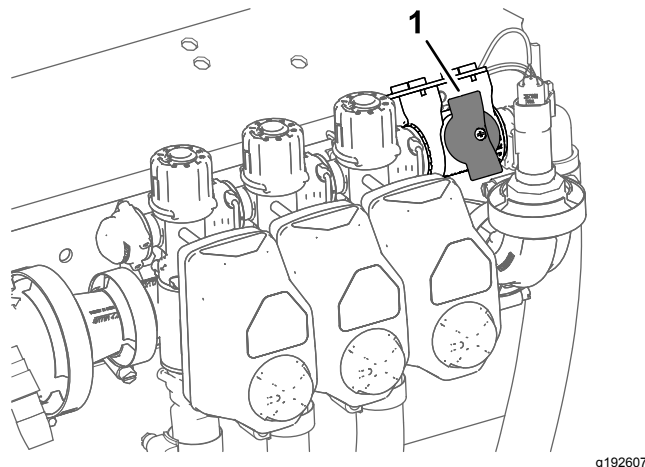

Figure 45
4. Pour les machines fonctionnant en mode débit d'application, vérifiez que le bouton de la vanne de coupure de dérivation de section à la position fermée (Figure 45).
5. Pour les machines fonctionnant en mode débit d'application, vérifiez que la vanne de coupure de dérivation de section est fermée (Figure 45).